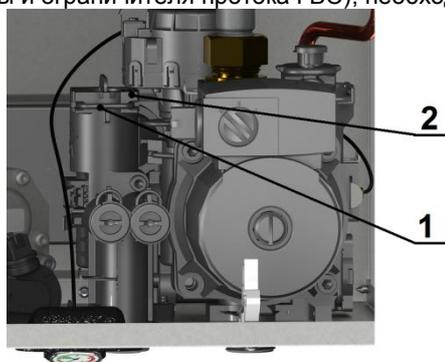

Рис. 17 Демонтаж датчика протока
- снять скобу (1) крепления датчика протока (2), см. рисунок 17;
- снять датчик протока (1), потянув вверх;